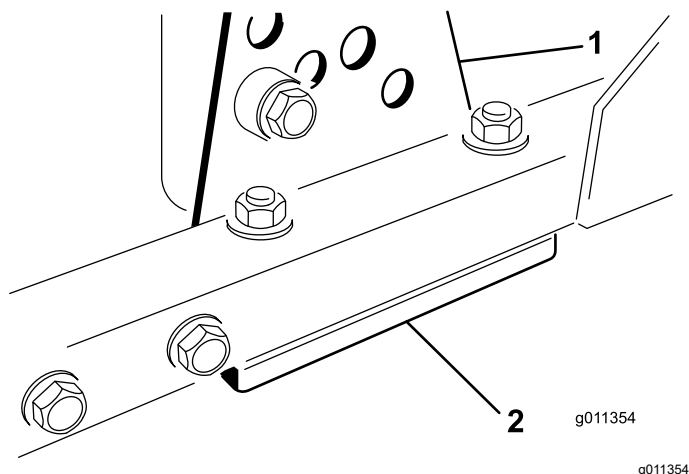

Figure 122
1. Retirez le support de hauteur de coupe (avant, gauche ou droit) du cadre de l'unité de coupe (Figure 122).
2. Placez des cales de 1,5 mm et/ou des cales de 0,7 mm entre le cadre et le support de l'unité pour obtenir la hauteur de coupe voulue (Figure 122).